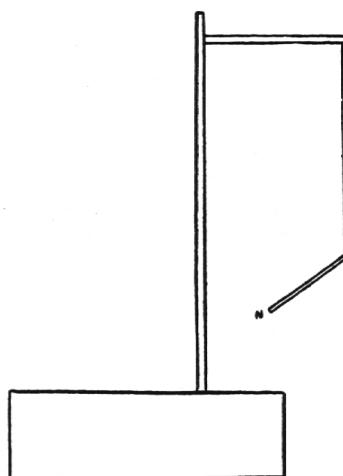

Abb. 4
**Versuch F.** Mit einer Wäscheklammer und Faden hängen wir unsere erstellte Magnetnadel auf. Wir benützen den Reagenzglasständer mit senkrechtem Träger und waagrechtem Halter. Die Nadel pendelt und kehrt in der Ruhe immer in die gleiche Lage zurück. Das ist Nord-Südrichtung. Wir nennen die Pole Nordpol und Südpol (NP, SP). Abb. 4.